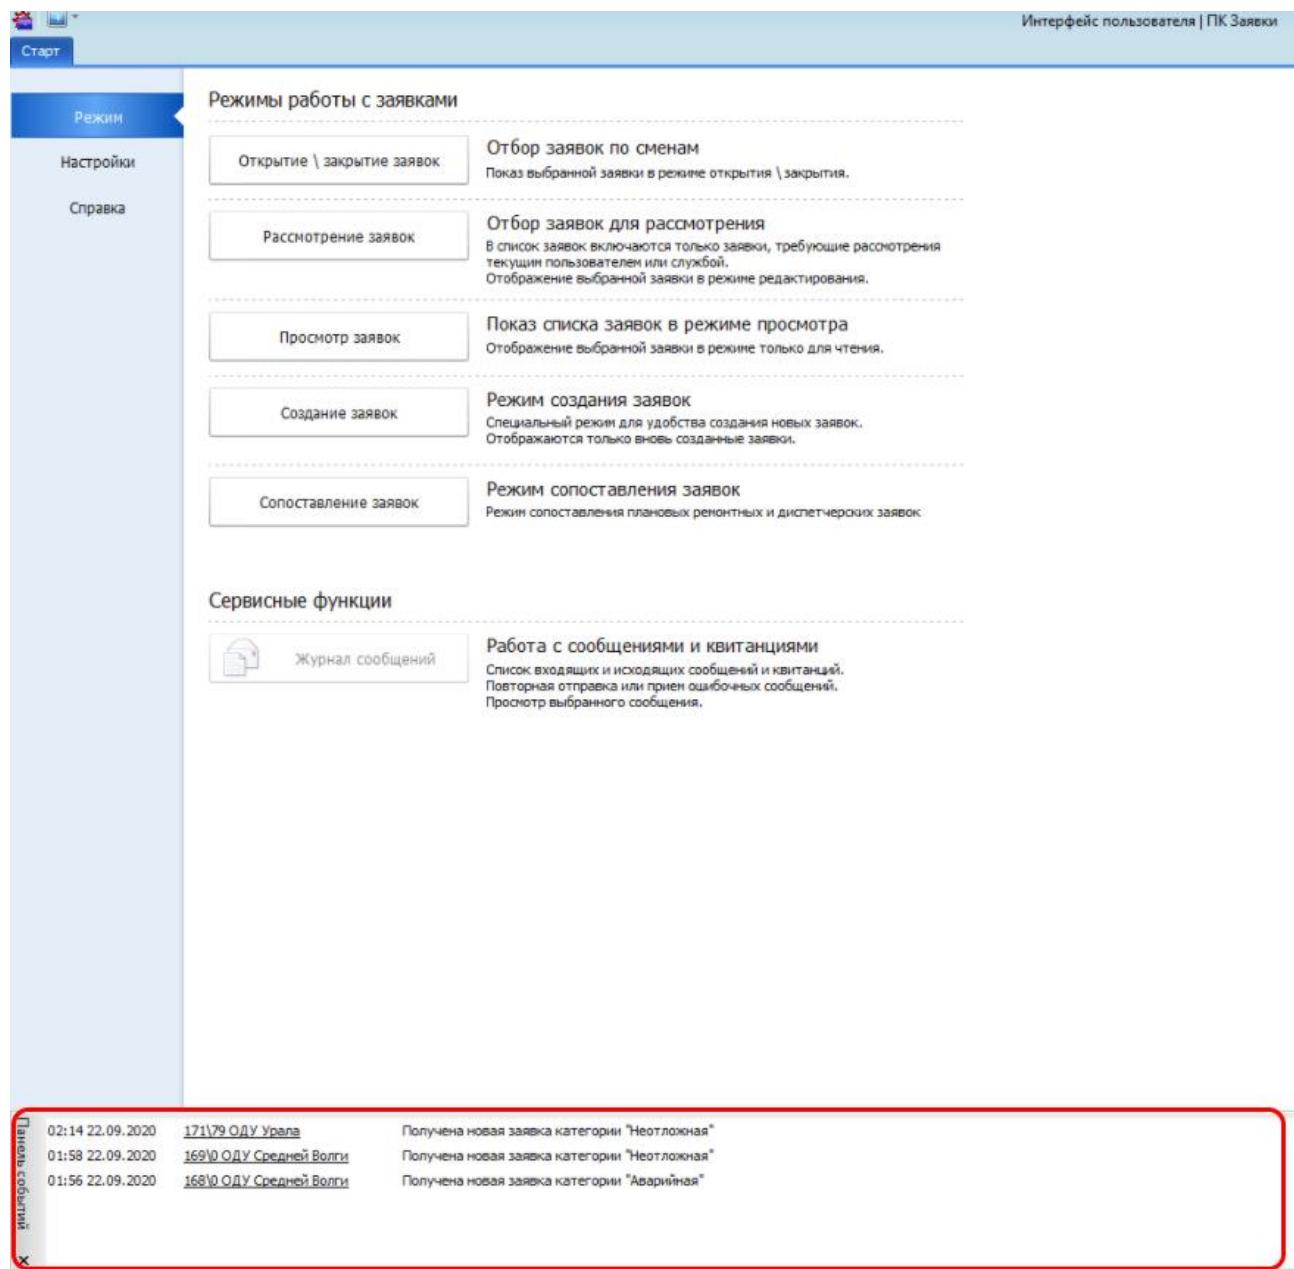

Рисунок 16.26 – Отображение сообщений о получении заявок определенных категорий
- «*Оповещать о получении новых заявок на предприятии следующих категорий*». Настраивается список категорий заявок, появление которых в списке будет сопровождаться сообщением на панели «Панель событий» (Рисунок 16.26). Для выбора категории заявки ей устанавливается флаг. При настройке данного параметра информацию о заявках выбранных категорий будет получать пользователь, независимо от его участия в рассмотрении этих заявок.